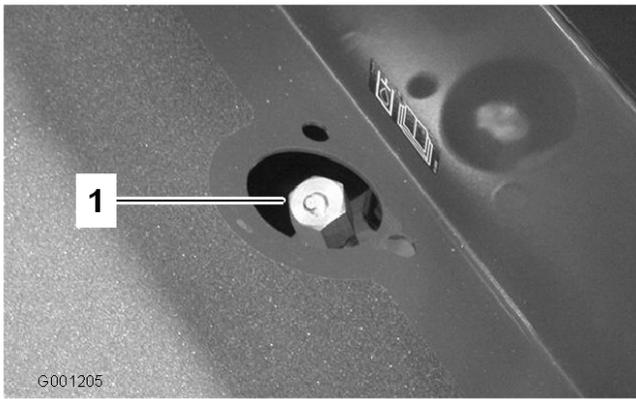

Figura 24
2. Togliete il tappo dell'asta di livello (Figura 24) dal bocchettone di riempimento e tergete l'asta con un cencio pulito. Avvitare il tappo dell'asta di livello a mano sul bocchettone, quindi toglietelo e controllate il livello del fluido. Se il fluido non si trova a 13 mm dall'intaglio nell'asta di livello, rabboccate con fluido idraulico di alta qualità fino all'intaglio. Non riempite troppo.